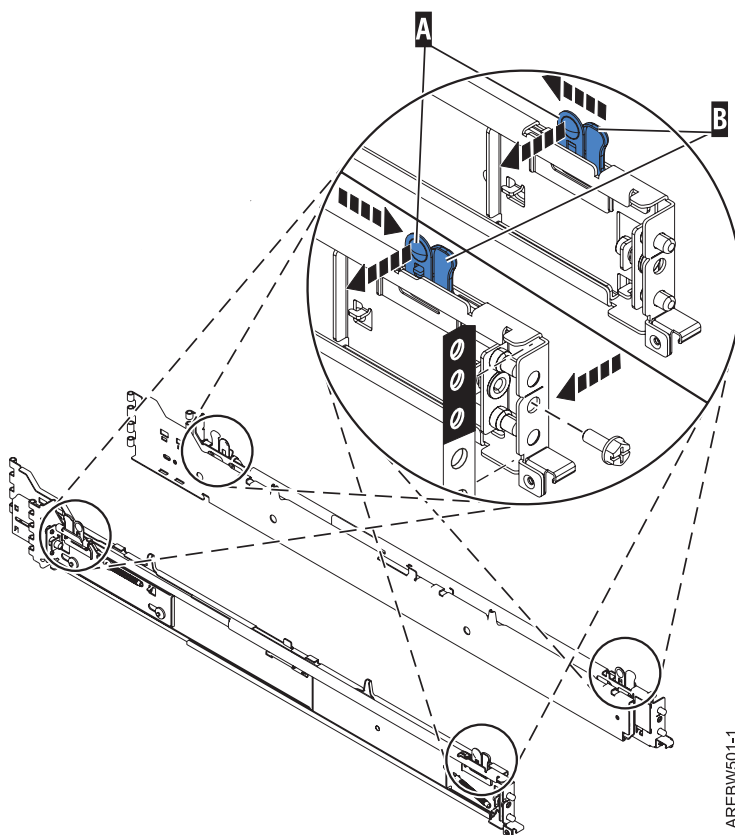

Figure 3. Broche d'alignement, vis de fixation et taquet de verrouillage de la glissière avant
2. Une fois que les goupilles d'alignement sont escamotées, comme illustré figure 3, insérez chaque goupille d'alignement dans le trou de rebord de l'armoire. Alignez la goupille inférieure avec le trou qui se trouve à l'avant de l'armoire que vous avez précédemment marqué.